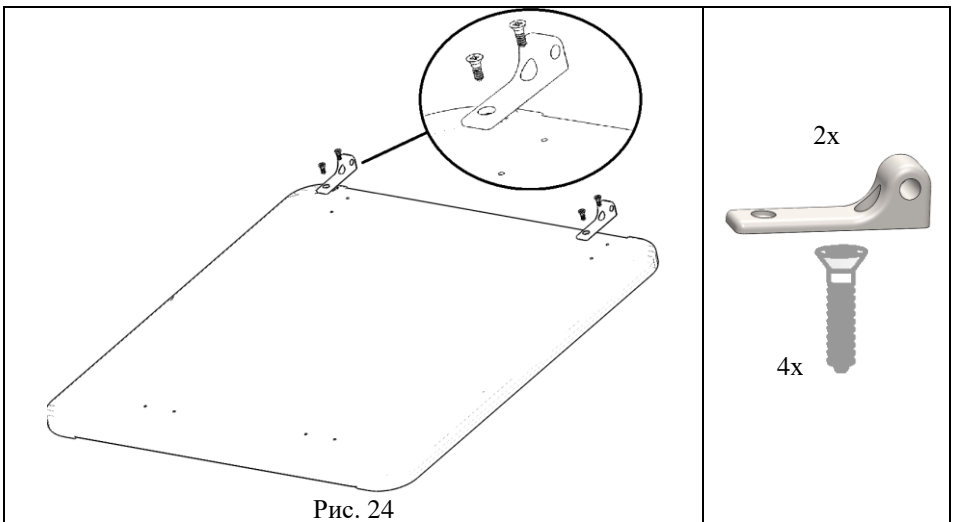

Рис. 24
5.5.3. На столешницу (поз. 6) прикрутить СУТ.41.191. Шарнир подвижный (поз.3, пакет №143) при помощи саморезов с потайной головкой 4x12 (поз.4, пакет №143), см. рис. 24.